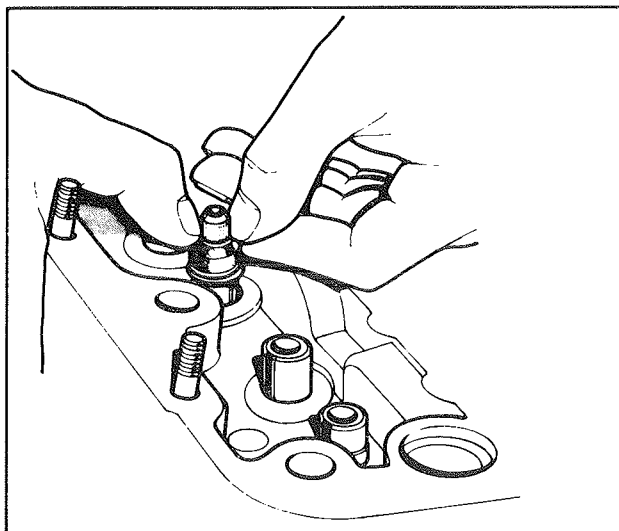

Fig. 5
- Enfiler le joint sur le capuchon jusqu'à venir en butée sur l'extrémité du guide. Maintenir les pouces sur la partie blanche pour éviter de la déloger (fig. 5).